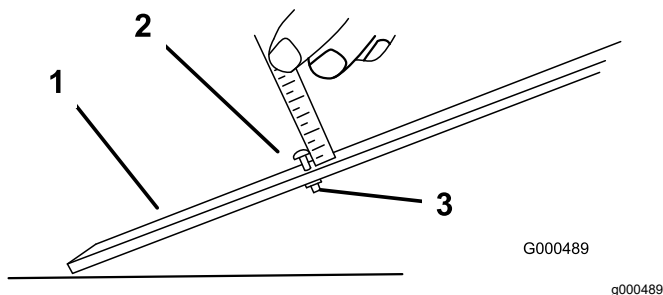

Рисунок 13
1. Ослабьте гайку измерительной планки и установите регулировочный болт на требуемую высоту скашивания (Рисунок 13).